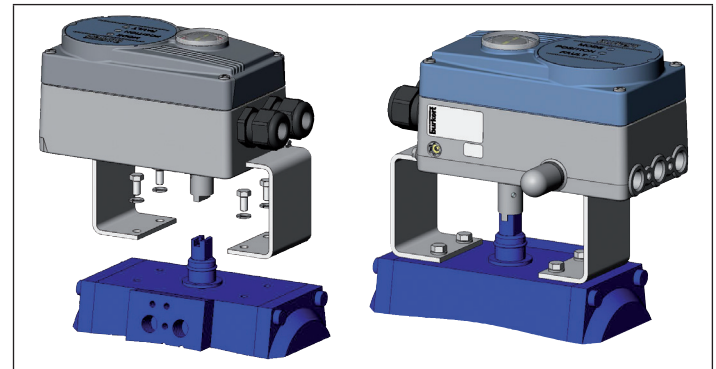

Imagen 14: Fijación de actuador rotativo
- Coloque el posicionador con el puente de montaje sobre el actuador rotativo y fíjelo (ver «Imagen 14»)